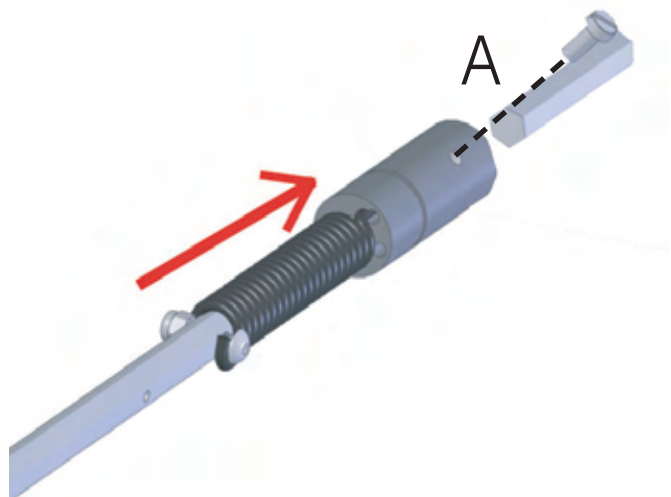

Fig. 8
- 3) Zet de as in het motorframe en draai de schroef A goed vast. (Fig. 8)